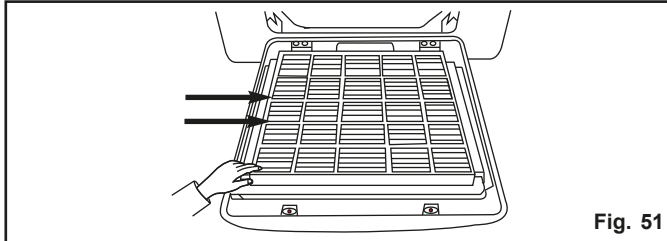

Fig. 51
- 1 Lossa filtrena genom att dra dem varsamt sidledes och trycka lätt på punkterna som visas i fig. 51.